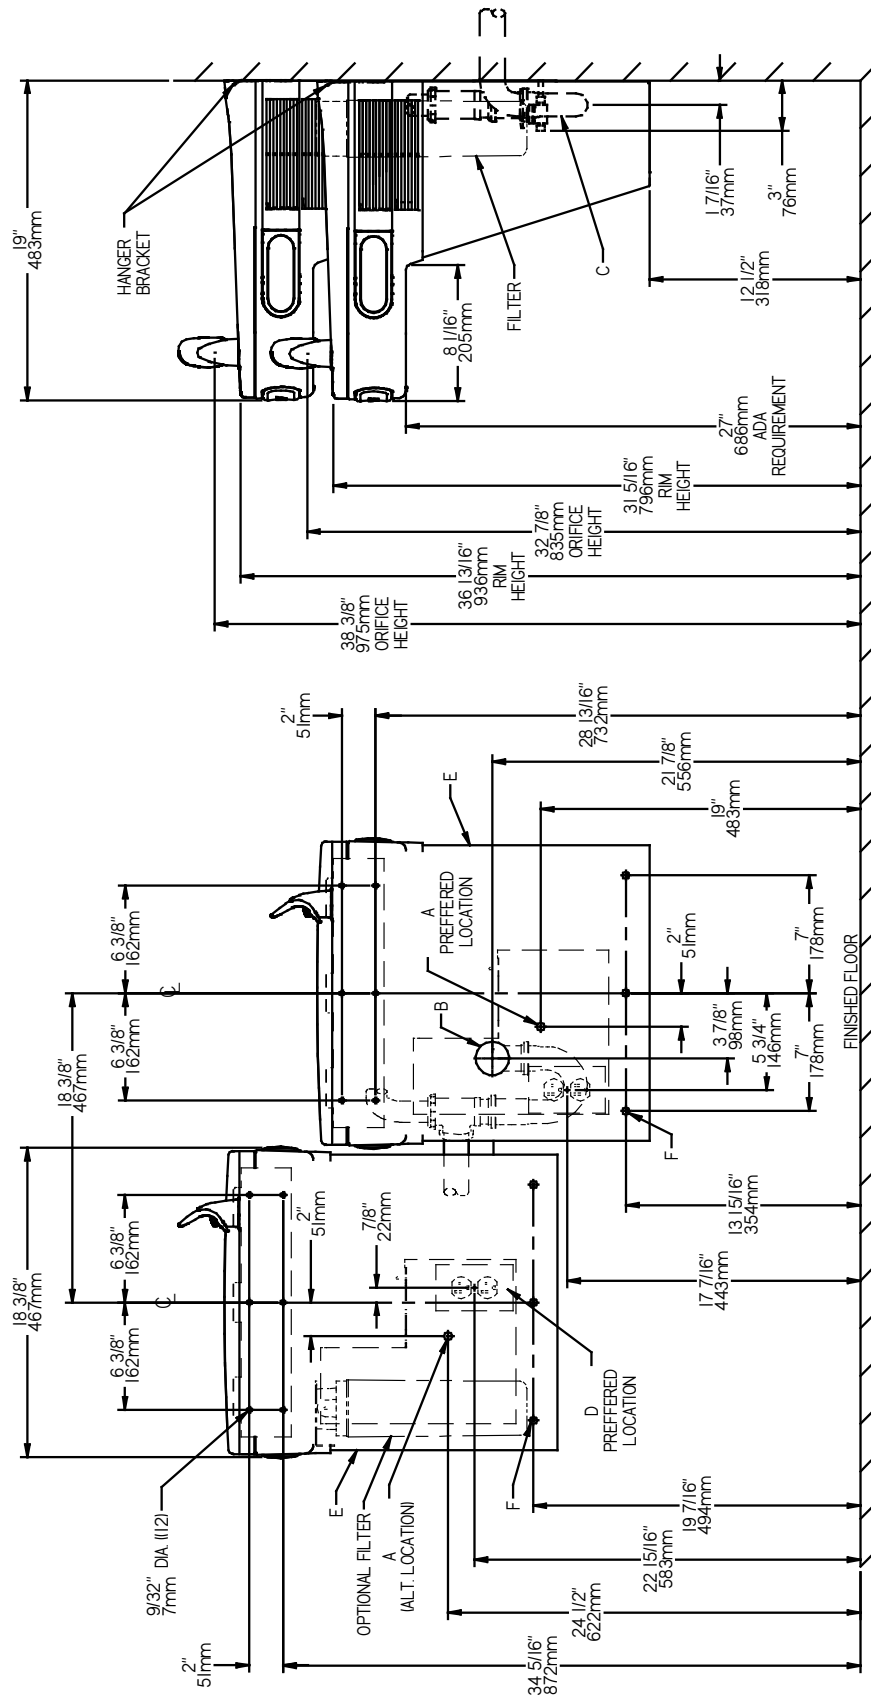

FIG. 2
- 1) Remove hanger brackets (Item 29) fastened to back of cooler by removing one (1) screw.
- 2) Mount the hanger bracket as shown in Figure 2 or 3.
- 3) Hang the cooler on the hanger bracket. Be certain the hanger bracket is engaged properly in the slots on the cooler back as shown in Figure 2 or 3.
- 4) Remove the four (4) screws holding the lower front panel at the bottom of cooler. Remove the front panel by pulling straight down and set aside.
- 1) Retire el soporte fijador que se encuentra conectado a la parte posterior del enfriador sacando un (1) tornillo.
- 2) Monte el soporte fijador de la manera descrita en Fig. 2, 3.
- 1) Retirez le support de suspension fixé au dos du refroidisseur en retirant une (1) vis.
- 2) Montez le support de suspension comme indiqué dans la figure 2 ou 3.
- 3) Pendez le refroidisseur au support de suspension. Assurez-vous que le support est correctement inséré dans les emplacements au dos du refroidisseur, comme indiqué dans la figure 2 ou 3.
- 4) Retirez les four (4) vis maintenant en place le panneau frontal au bas du refroidisseur. Retirez le capot inférieur en tirant vers le bas et mettez-le de côté.